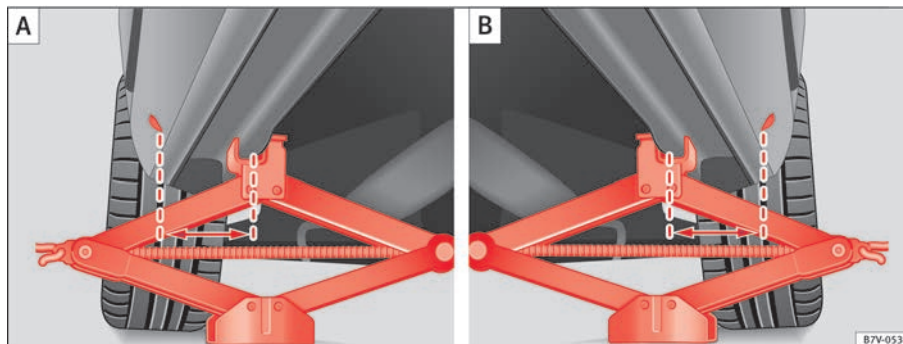

Fig. 184 (A): macaco colocado na parte dianteira esquerda do veículo (B): macaco colocado na parte traseira esquerda do veículo.
das **atrás** dos cantos dianteiros ⇒ Fig. 184. Utilize em cada caso o ponto de apoio respectivo da roda a substituir ⇒ ⚠.
7. Certifique-se de que o pé do macaco fica apoiado firmemente no solo, e de que está colocado exactamente debaixo do ponto de apoio ⇒ Fig. 184.
8. Centre o macaco e continue a elevar com a manivela até que a garra envolva a nervura situada debaixo do veículo ⇒ Fig. 184.
- Coloque o macaco somente nos lugares indicados. A garra do macaco deve ficar fixa, envolvendo a nervura do reforço da parte inferior do veículo ⇒ Fig. 184.